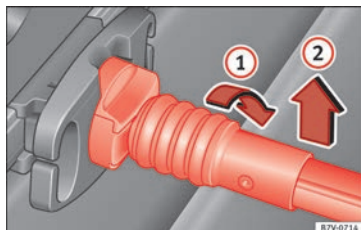

Fig. 171 Desenganche la red para el equipaje.
- Gire la varilla de sujeción 90° hacia la derecha » » » **fig. 171** ① hasta que se vea la marca roja en la varilla. Extraiga la varilla de sujeción hacia arriba ②.